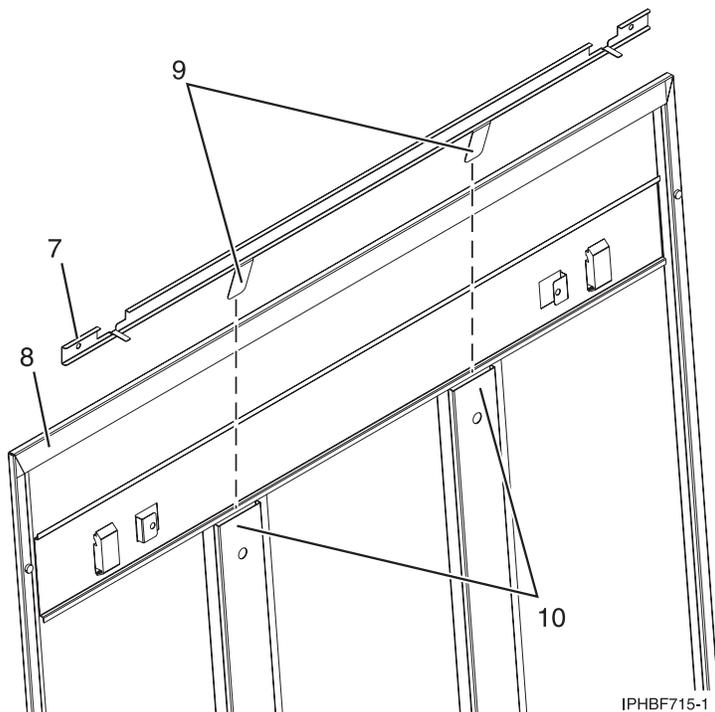

Figura 27. Instalar una barra corredera de seguridad
- b. Con el lado plano del riel de la barra corredera (7) en la Figura 27, hacia la parte interior del panel de la cubierta (8), inserte las dos pestañas (9) del riel de la barra corredera en los dos canales de soporte vertical (10) del panel de la cubierta lateral.